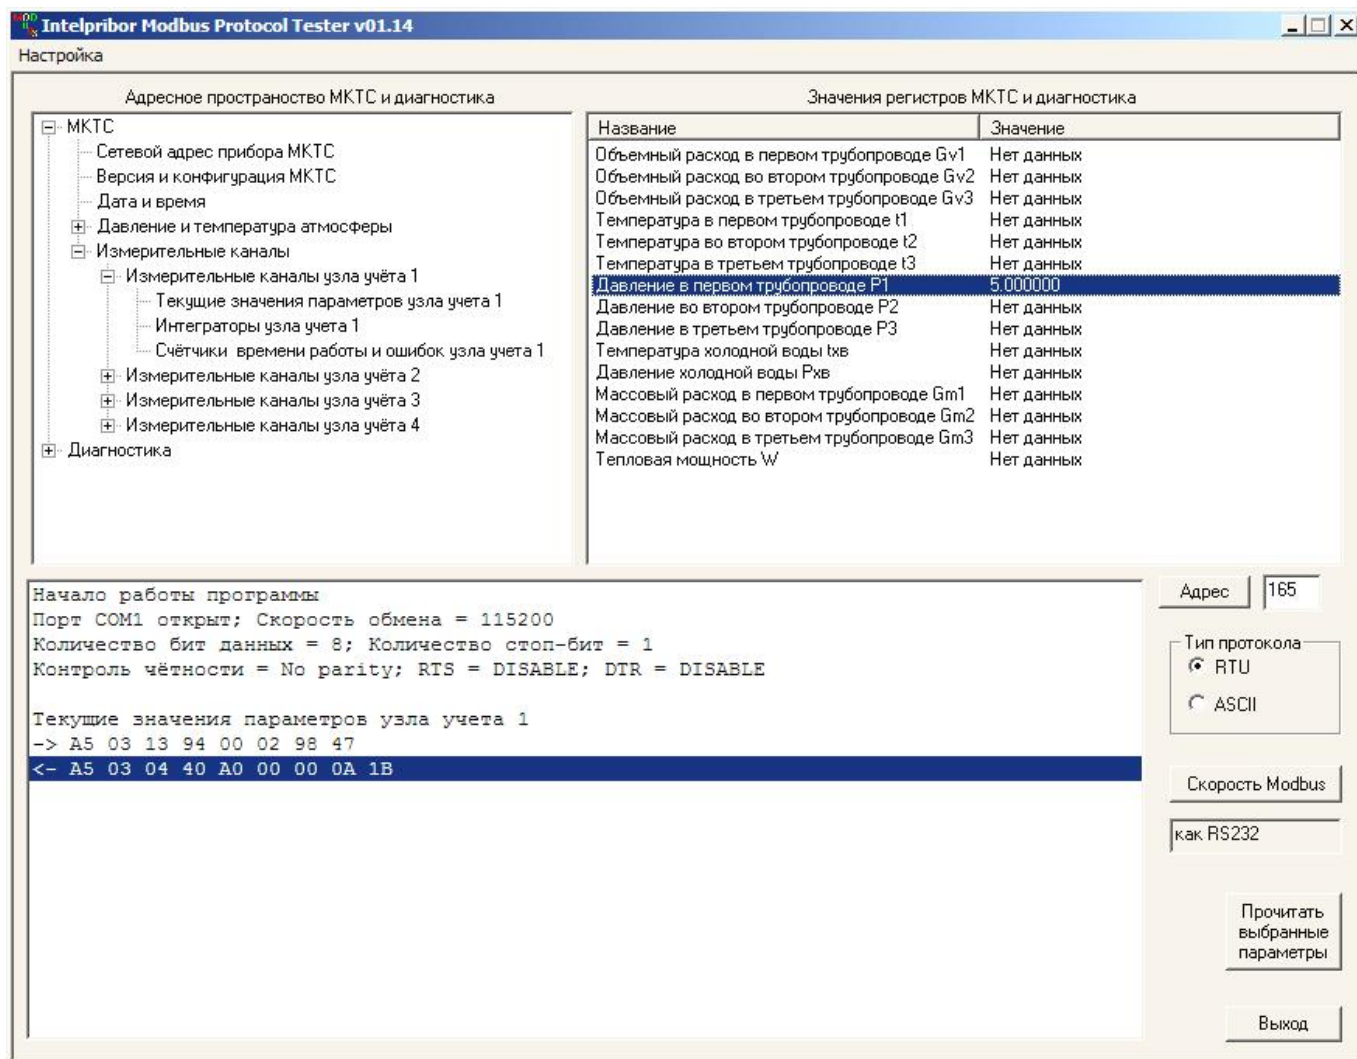

Рисунок 4.13 Просмотр значения только одного пункта списка.
- если требуется только один из нескольких параметров из списка *Значения регистров МКТС и диагностика*, то надо щёлкнуть по нему левой кнопкой мышки и наблюдать результат запроса (Рисунок 4.13);
Весь обмен: запросы и ответ, а также различные сообщения (название команды, сообщения об ошибках и т.п.) показывается в окне вывода внизу основного окна программы (см. Рисунок 4.13).